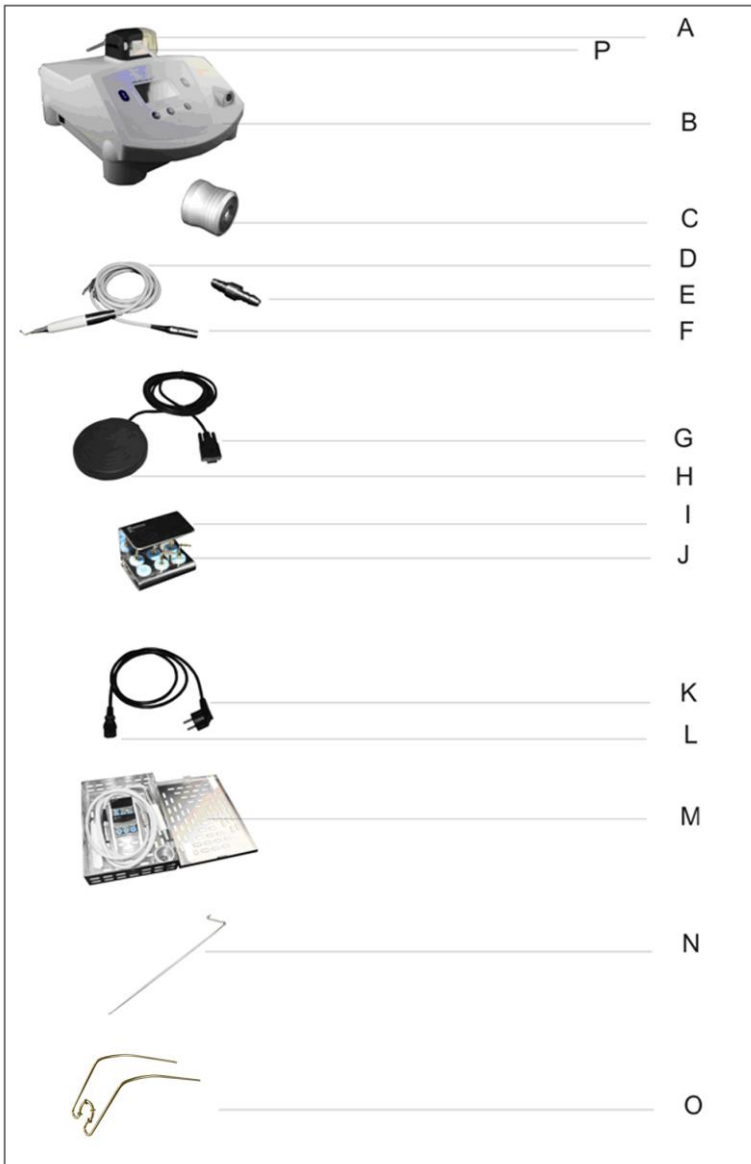

Fig. 3
- 6 Collegare il tubo del cavo di Ultrasurgery al connettore del cavo presente sull'apparecchiatura (Fig. 3 - Rif. P);
- 7 Posizionare il manipolo sul supporto (Fig. 3 - Rif. O);